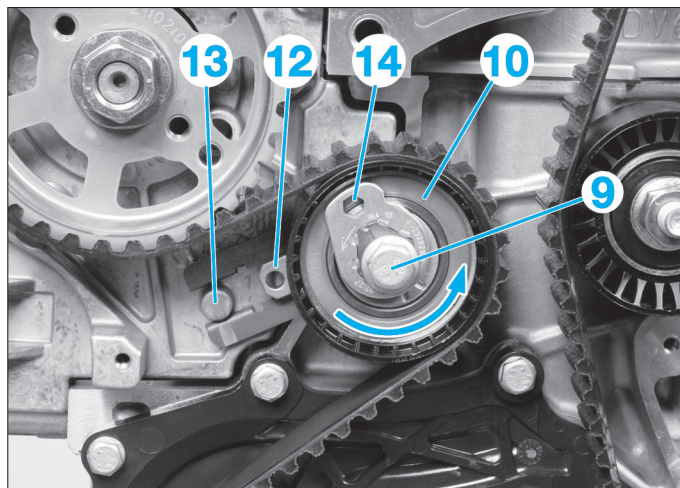

FIG. 34
- Agir à l'aide d'une clé 6 pans mâle en (14) sur le galet tendeur (10) dans le sens inverse-horaire pour aligner le repère (12) avec le repère (13) en évitant de détendre la courroie de distribution (Fig.34).
- Maintenir le galet tendeur (10) dans cette position.
- Serrer l'écrou de fixation du galet (9).
- Contrôler que les repères (12) et (13) sont toujours alignés après le serrage du galet tendeur.